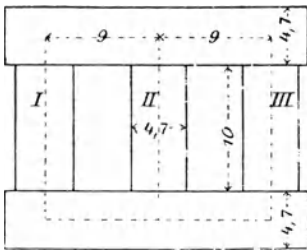

Fig. 154.
296. Ein Drehstromtransformator (Fig. 154) wird primär an eine Klemmenspannung von 40 [60] (120) V und 60 [50] (50) Perioden angeschlossen. Die sekundäre Spannung soll 65 [220] (440) V betragen. Die Wickelungen primär und sekundär sind in Sternschaltung verbunden. Der Querschnitt eines Kerns beträgt 20 cm². Gesucht wird:
- der Magnetisierungsstrom, wenn die Abmessungen des Transformators der Fig. 154 entsprechen und jede Stoßfuge gleich einem Luftzwischenraum von 0,005 cm gerechnet wird,